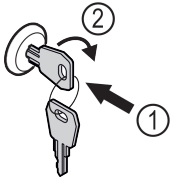

Fig. 114
- ▶ Uvucite ključ Fig. 114 (1).
- ▶ Okrenite ključ za 90° nadesno Fig. 114 (2).